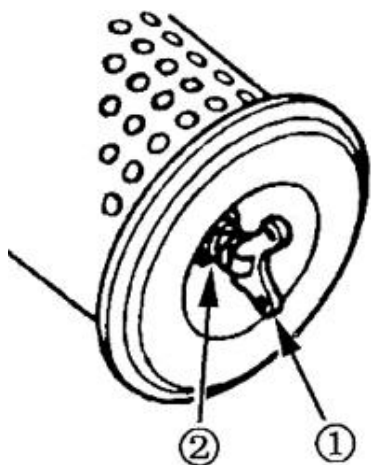

Рис. 6-33
- б. при повреждении шайбы или гайки их необходимо заменить (Рис. 6-33).
- 3) Замена внутреннего фильтра (Рис.6-33)